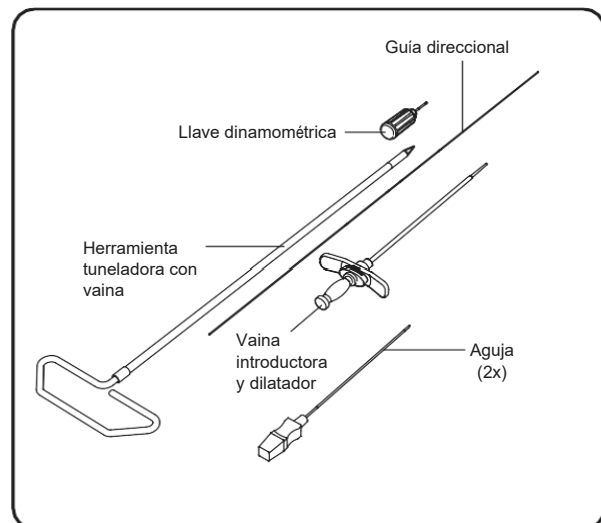

Figura 3: Herramientas para la implantación del conjunto de electrodos.
- Herramientas para la implantación del conjunto de electrodos (Figura 3):